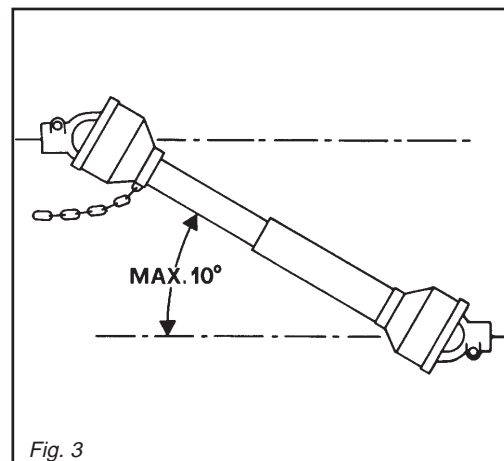

Fig. 3
- 39) Disinserire, sempre, la presa di forza quando l'albero cardanico fa un angolo troppo aperto (mai oltre i 10 gradi - Fig. 3) e quando non viene usata.
- 39) Always disengage the pto when the cardan shaft is set at an excessively open angle (never beyond 10 degrees - Fig. 3) and when it is not in use.
- 39) Die Zapfwelle immer ausschalten, wenn die Gelenkwelle einen zu großen Winkel einnimmt (nie über 10 Grad - Abb. 3) und wenn sie nicht gebraucht wird.
- 39) Débrayez toujours la prise de force quand l'angle de l'arbre à cardans est trop ouvert (jamais plus de 10 degrés Fig. 3) et lorsque vous ne devez pas l'utiliser.
- 39) Desactivar, siempre, la toma de fuerza cuando el árbol cardánico hace un ángulo demasiado abierto (nunca superar los 10 grados - Fig. 3) y cuando no la usamos.